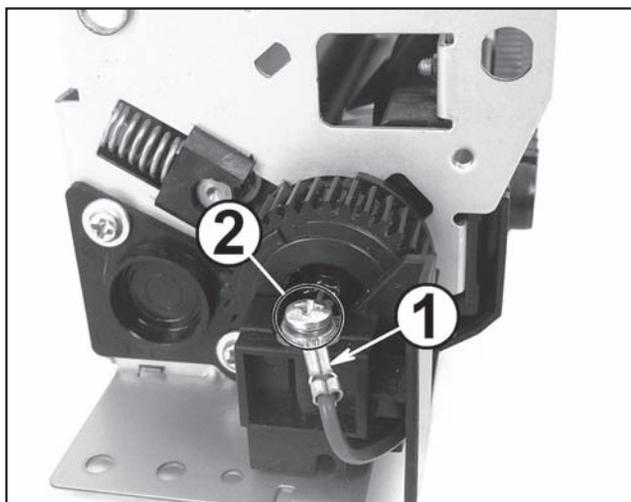

Рис. 57
1. Располагают узел пальцами отделения бумаги вверх, шестерня привода термовала расположена с левой стороны. Запоминают местоположение клеммы 1 (рис. 57) подачи питания на левый вывод галогенной лампы, откручивают саморез 2 крепления и снимают клемму с вывода. Запоминают местоположение провода клеммы в пазах прокладки.